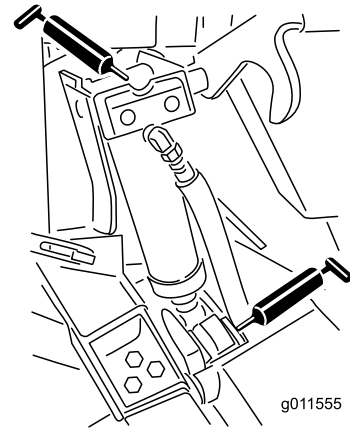

Figura 69
- Casquilhos do cilindro de elevação (4) (Figura 69)